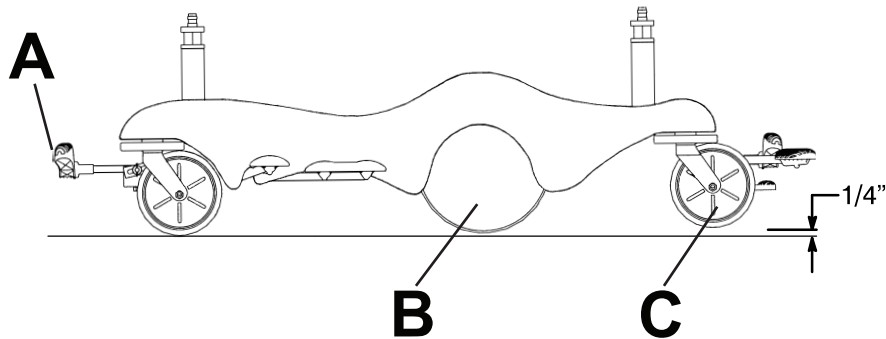

Figura 10 – Transportul cu sistemul Big Wheel
5. Aduceți pedala pentru frână/direcție (A) în poziția de direcție (Figura 10).
- Sistemul **Big Wheel** (B) nu se rotește. Nu puteți deplasa lateral produsul atunci când aplicați sistemul **Big Wheel**.
- Atunci când aplicați sistemul **Big Wheel**, produsul și roțile de la capătul pentru picioare (C) se ridică. Produsul se sprijină pe roțile de la capătul pentru cap și pe sistemul **Big Wheel**, ceea ce face produsul mai ușor de direcționat (Figura 10).